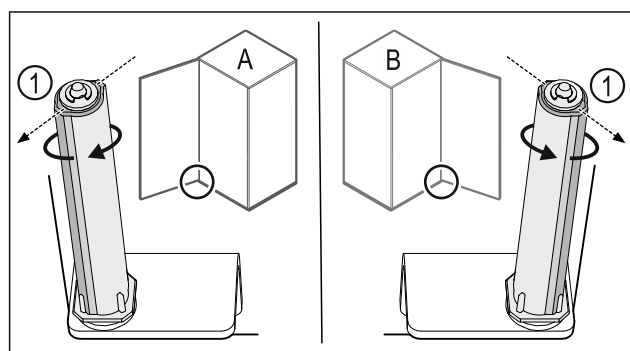

Fig. 49 Lewy ogranicznik (A) / prawy ogranicznik (B)
- ▶ Przekręcić system blokujący w kierunku przeciwnym do oporu, aż pręt systemu blokującego Fig. 49 (1) będzie skierowany na zewnątrz.